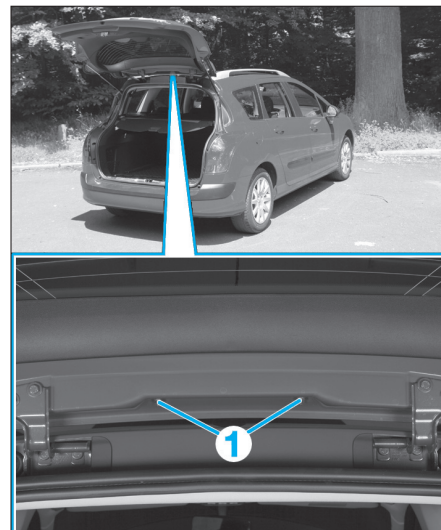

Fig. 151
- Déposer les 2 écrous de fixation (1) (Fig.151).